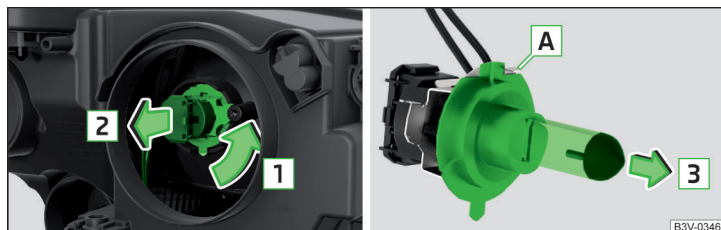

Fig. 369 Înlocuirea becurilor pentru faza scurtă și lungă
- › Rotiți conectorul, împreună cu becul cu incandescență, în sensul săgeții **1** » fig. 369.